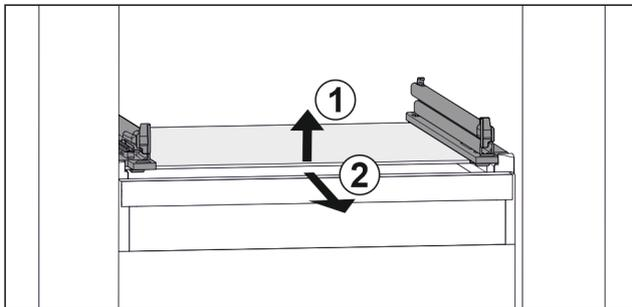

Fig. 66 Beispielhafte Darstellung der Glasplatte
- ▶ Glasplatte vorne anheben. Fig. 66 (1)
- ▶ Glasplatte nach vorne entnehmen. Fig. 66 (2)